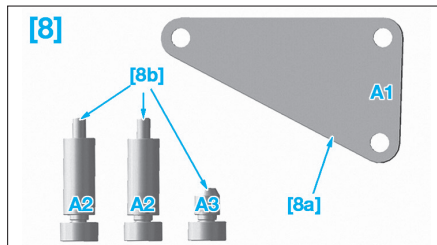

FIG. 31
- [8]. Ensemble de bridage du pivot (Fig.31).